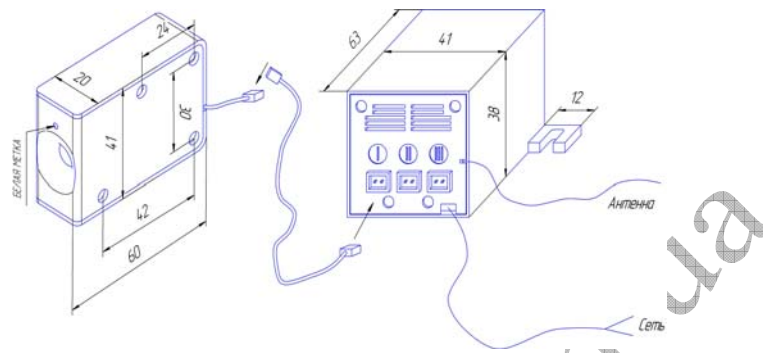

Рис. 2 Присоединительная схема замка.
- Блок управления позволяет подключить до 2-х замков одновременно (разъёмы I и II; рис. 2);